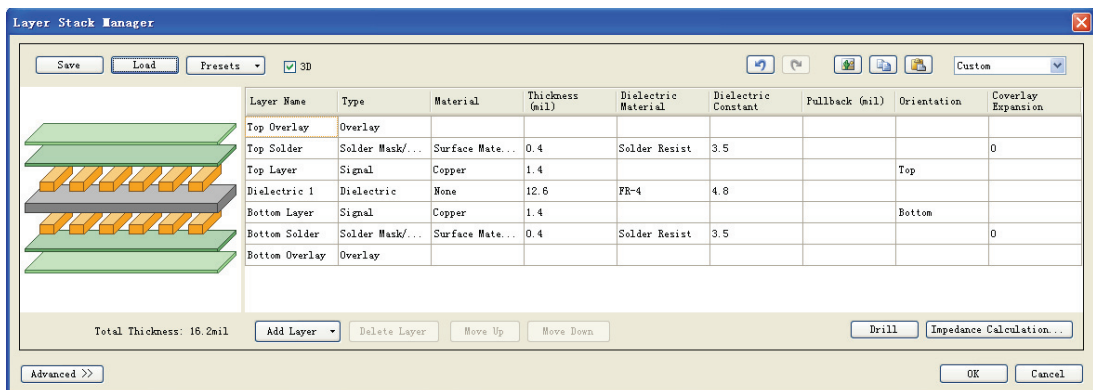

图 9-36 板层堆栈管理器设置对话框
(1) 执行菜单命令【Design】→【Layer Stack Manager】，弹出板层堆栈管理器设置对话框，如图 9-36 所示。